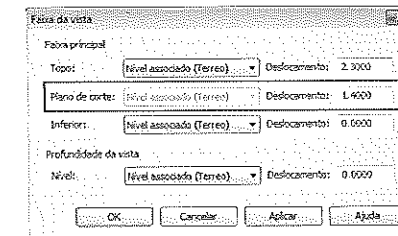

Figura B1.
- Para configurar a altura de corte em uma vista de planta você deve configurar a Propriedade da vista na Faixa da Vista, como mostra a Figura B1. Ela é acessada pela janela **Propriedades**.